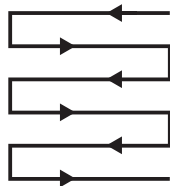

Fig.26
- > Les lignes doivent se recouper légèrement. La méthode la plus efficace consiste à suivre des lignes parallèles dont chacune recoupe légèrement la précédente. Cela permet d'assurer que le travail est homogène et qu'aucune partie de la pelouse n'est oubliée. (Fig.26).